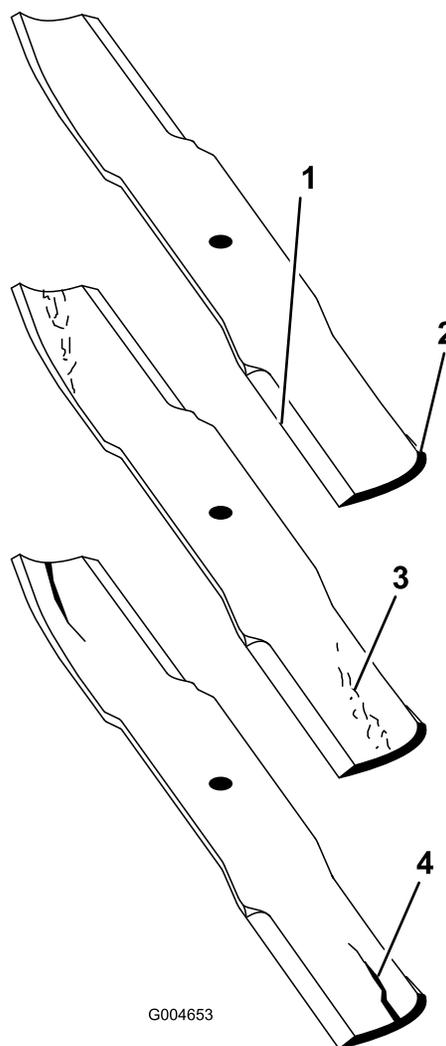

Figura 113
2. Examine cuidadosamente as extremidades da lâmina, prestando especial atenção à zona onde se encontram as partes curvas e planas da lâmina (Figura 113).
Nota: A areia e os materiais abrasivos podem desgastar o metal entre as partes plana e curva da lâmina; por isso, verifique a lâmina antes de utilizar a máquina. Se der conta de desgaste (Figura 113), substitua a lâmina.